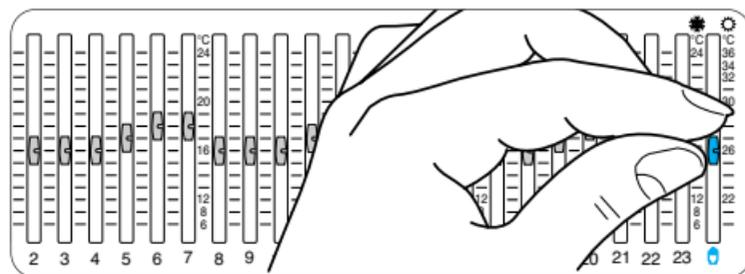

Fig. 25
8.2 - Portare il cursore  (fig. 25) in corrispondenza della temperatura desiderata (riferendosi alla scala $6 \div 24$ °C per il programma di riscaldamento ed alla scala $20 \div 36$ °C per il programma di raffreddamento).